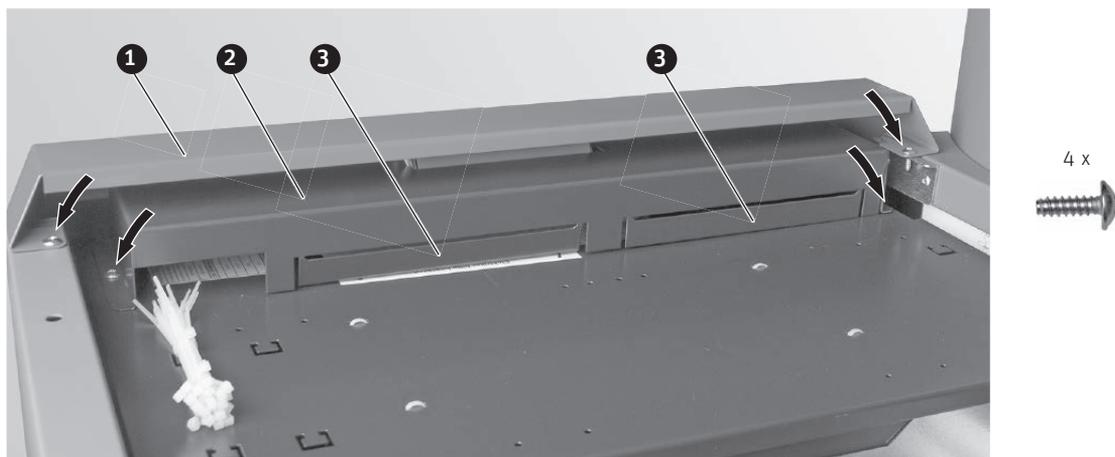

Fig. 130 Applicare la copertura e il pannello di comando e avvitarli
- Nella copertura per i morsetti di collegamento, piegare i passacavo verso l'interno e fissare la copertura con 2 viti autofilettanti – Fig. 130.
- Applicare il pannello di comando e fissarlo con 2 viti autofilettanti – Fig. 130.